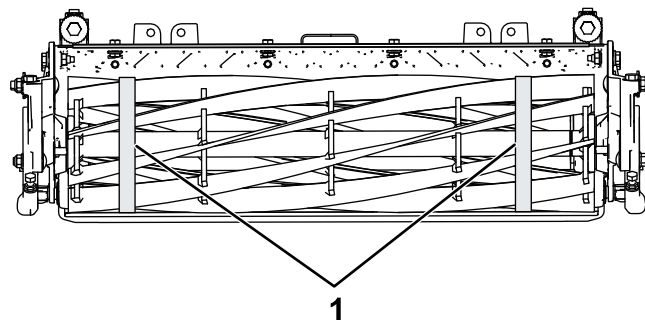

Bild 39
3. Messen Sie mit einem Durchmesser-Messband den Außendurchmesser der Spindel an beiden Enden (**Bild 39**); der Unterschied im Außendurchmesser zwischen den Enden sollte weniger als 0,25 mm betragen. Wenn die Differenz größer ist, schleifen Sie die Spindel, um die Differenz zu korrigieren.